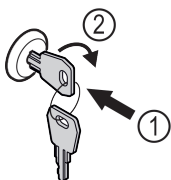

Fig. 87
- ▶ Вдавити ключ Fig. 87 (1).
- ▶ Повернути ключ на 90° за годинниковою стрілкою Fig. 87 (2).